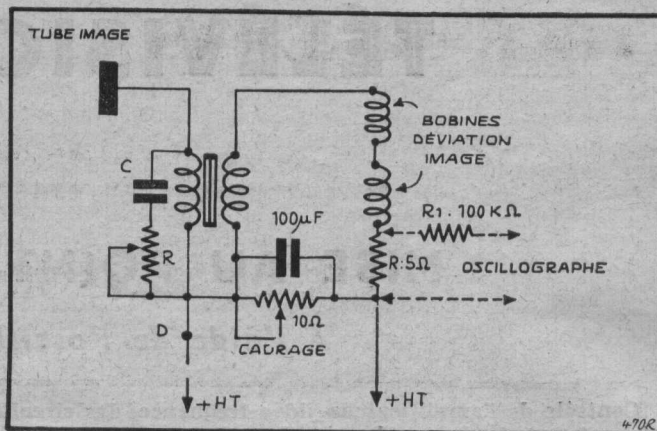

FIG. 7.
Insérer au point froid, comme l'indique la figure 7, une résistance R1 de 5 ohms et connecter l'oscillographe aux bornes de celle-ci (avec une résistance de 100 000 ohms en série).
- c) Mauvais réglage du circuit R-C, en parallèle sur le circuit primaire du transformateur de sortie de la base de temps image (fig. 7). Effet : tassement avant le bas de l'image (fig. 10).
D'autre part, en intercalant une résistance d'une vingtaine d'ohms au point D (fig. 7) et en branchant l'oscillographe sur cette résistance, il est possible d'observer l'intensité qui circule dans le primaire du transformateur de sortie de la base de temps image ; la figure 11 montre l'image obtenue.
On peut, pour ajuster la courbe, jouer sur la valeur du condensateur C (fig. 7).